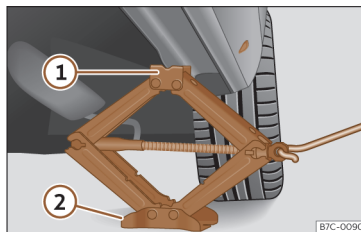

Fig. 36 Longarina: colocação do macaco do veículo.
- Rode a manivela do macaco, colocado por baixo do ponto de apoio da longarina, para levantá-lo até que o ressalto ① >>> Fig. 36 se encontre por baixo da zona que lhe corresponde.
- Alinhe o macaco de forma que o ressalto ① «fique encaixado» na zona da longarina que lhe corresponde e que a placa base móvel ② fique apoiada no chão. A placa base ② deve ficar colocada na vertical, relativamente ao ponto de apoio ①.